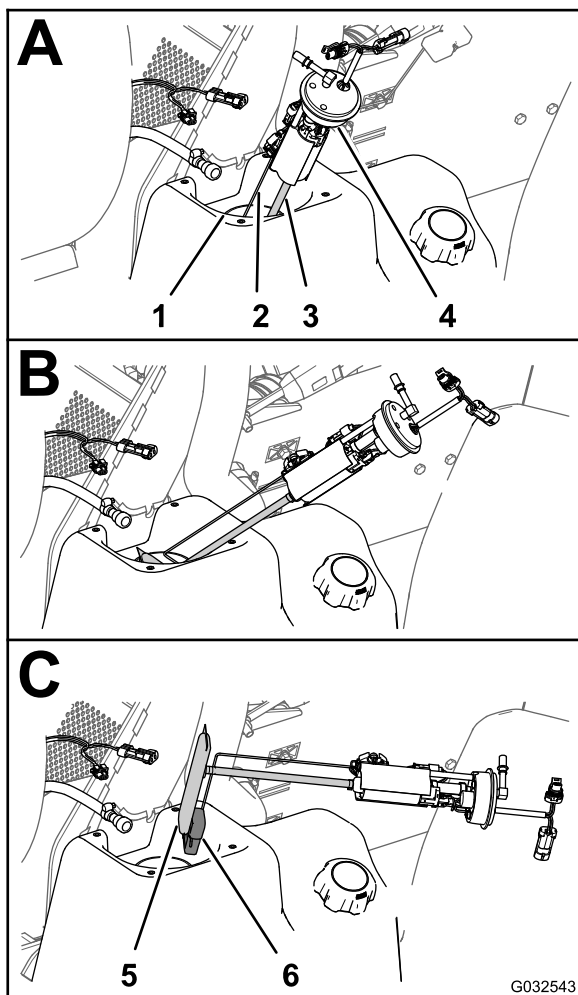
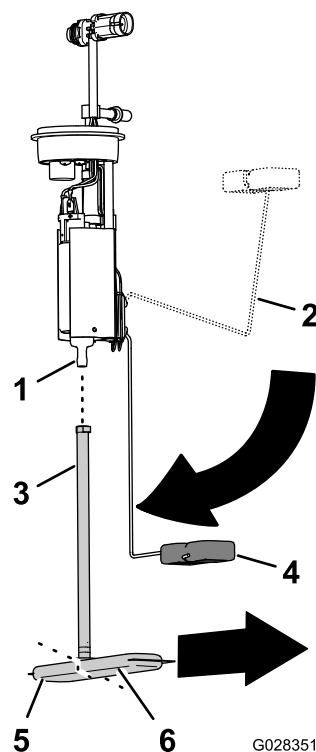

Рисунок 84
Рисунок 85
4. Осторожно поднимите и поверните топливный насос / устройство передачи сигнала, чтобы извлечь их из горловины топливного бака (Рисунок 84).
1. Снимите топливозаборную трубку топливного фильтра со штуцера топливного насоса (Рисунок 85).
2. Совместите топливозаборную трубку нового топливного фильтра со штуцером топливного насоса (Рисунок 85).
3. Совместите длинную часть топливного фильтра с поплавком, когда рычаг поплавка находится в положении «пустой бак» (Рисунок 85).
4. Вставьте штуцер топливного насоса в топливозаборную трубку до полной посадки штуцера (Рисунок 85).
1. Удерживая рычаг поплавка и топливозаборную трубку вместе, вставьте поплавок и топливный фильтр в отверстие топливного бака (Рисунок 84).
2. Введите до упора топливный насос / устройство передачи сигнала в отверстие в баке (Рисунок 84 и Рисунок 85).
3. Установите уплотнение и гайку на топливный насос / устройство передачи сигнала и на горловину топливного бака, затяните гайку от руки (Рисунок 84).
4. Подсоедините муфту топливного шланга к штуцеру топливного насоса (Рисунок 84).
5. Подсоедините 2-гнездовой разъем жгута проводов машины к 2-штыревому разъему топливного насоса / устройства передачи сигнала; подсоедините 2-штыревой разъем жгута проводов машины к 2-гнездовому разъему топливного насоса / устройства передачи сигнала (Рисунок 84).